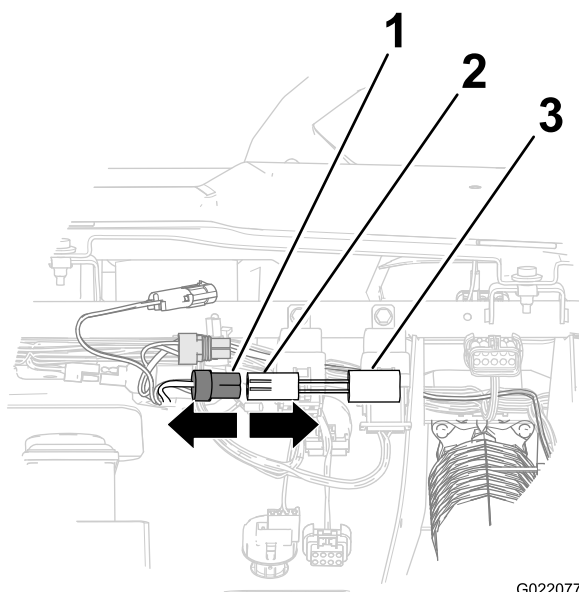

Figure 13
B. Débranchez le connecteur à 2 broches du faisceau de machine du connecteur de temporisateur (Figure 13).